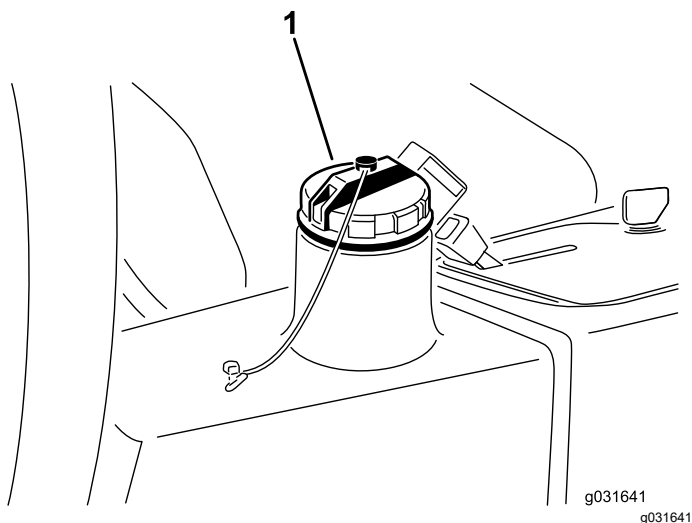

Bild 66
- Füllen Sie den Behälter (Bild 66) mit ca. 13.2 Liter Hydrauliköl, siehe Prüfen der Hydraulikanlage (Seite 57).